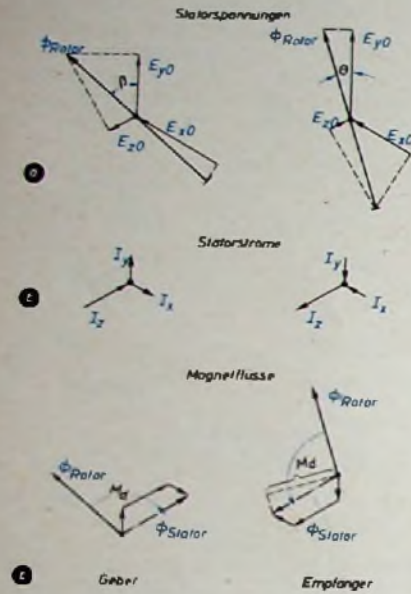

Bild 10. Statorspannungen, Statorströme und Magnetflüsse bei $\varphi = 30^\circ$
b) $\beta = \theta + 30^\circ, \varphi = 30^\circ$ (Bild 10):